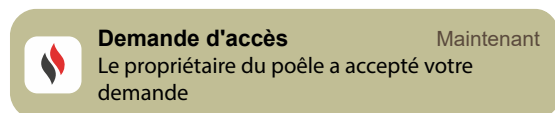

Fig. 35
- lorsque la demande d'accès est acceptée par le compte « propriétaire », une notification arrive au nouveau compte en attente de confirmation (Fig. 35).